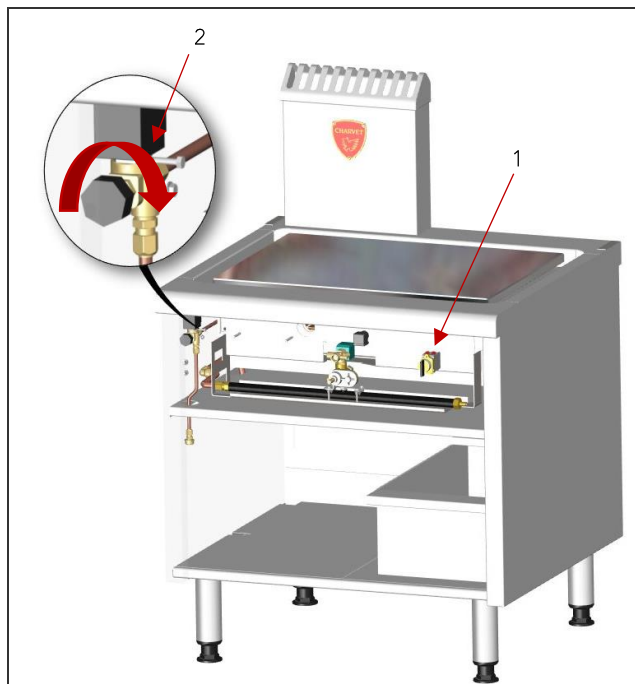

Fig. 12
- Tourner le commutateur (Fig12 Rep1) sur la position  pour faire fonctionner le ruissellement d'eau.
- Tourner la vis dans le sens horaire (Fig12 Rep2) pour diminuer le débit.
- Débloquer la bague d'air (Fig12 Rep3)
- Déposer l'injecteur (Fig12 Rep2), le remplacer par l'injecteur souhaité selon le tableau ci-dessus (paragraphe 4.1)
- Régler la distance « d » (Fig12) en fonction des données du tableau ci-dessus (paragraphe 4.1)